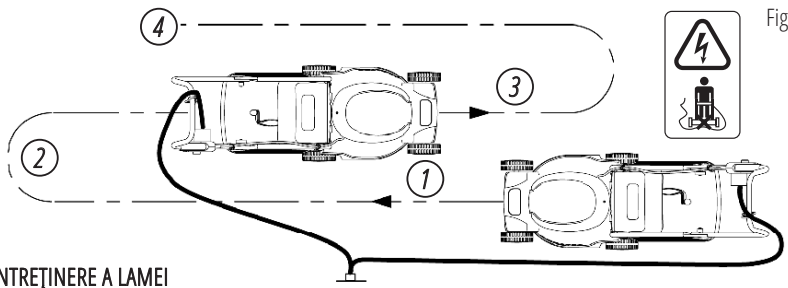

Fig. 6
TĂIERE (FIG. 6)
- Acționați conform ilustrației din Fig. 6.